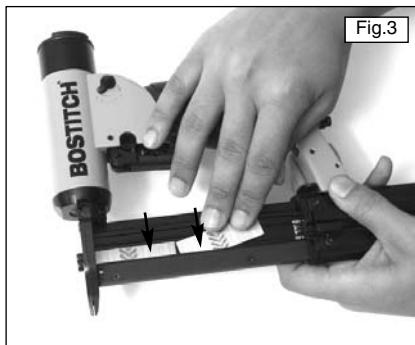

Fig.3
3. Cargue la tira de pasadores como se muestra en la Fig.3 con la flecha apuntando hacia abajo tal como se indica. Si los pasadores tienen puntos negros en vez de flechas, deben quedar éstos hacia arriba.
4. Aleje la cubierta de la punta como se muestra en la Fig.3.